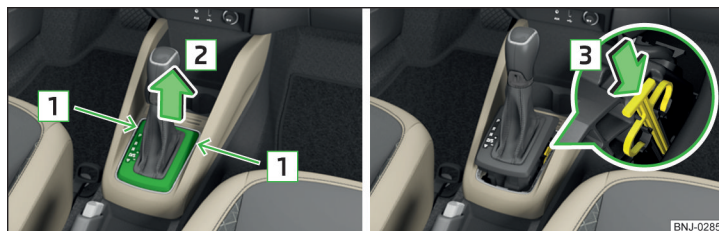

Fig. 286 Scoaterea capacului / deblocarea selectorului de viteze
- Introduceți o șurubelniță plată sau o unealtă similară în fantă, în zona săgeții **1** » **fig. 286** și ridicați cu grijă capacul în sensul săgeții **2**.